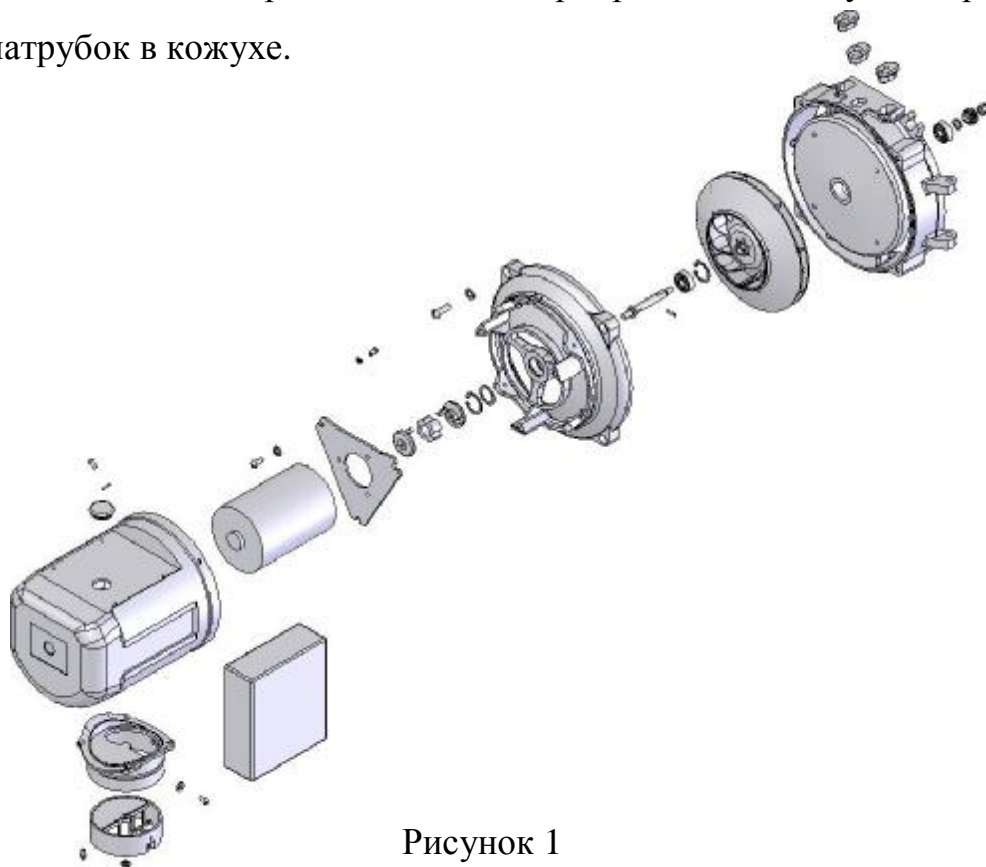

Рисунок 1
- жидкостные подогреватели 141.8106 (рисунок 1А), 141.8106-10 (рисунок 1Б), 141.8106-30 (рисунок 1В), 141.8106-40 (рисунок 1Г);
2.3.1 Нагнетатель воздуха представлен на рис. 1.